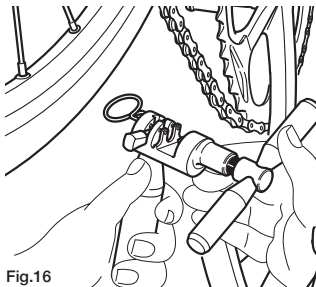

Fig.16
- Posizionate l'utensile **UT-CN400** come indicato in Fig. 16 (dal lato esterno della catena verso l'interno).